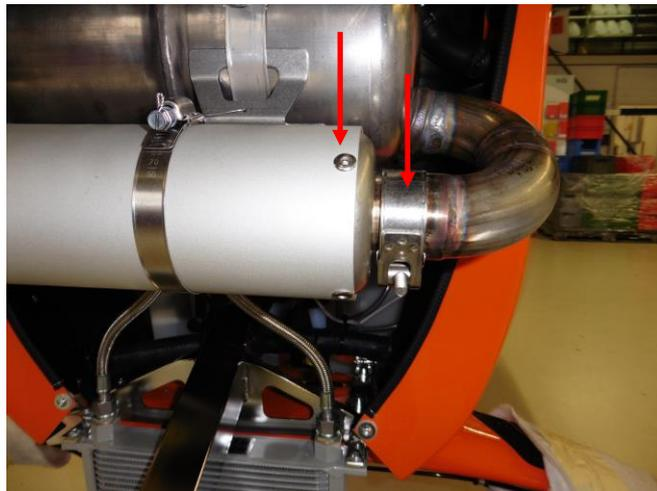

Abb.1 Nieten und Gelenkbolzenschelle
Alle Cavalon und Calidus mit ROTAX 914 UL-Motoren, bei denen die Nieten des Nachschalldämpfers am heißen Ende sind (siehe Abb. 1).
- 2 Die Gelenkbolzenschelle lösen (Abb.1).